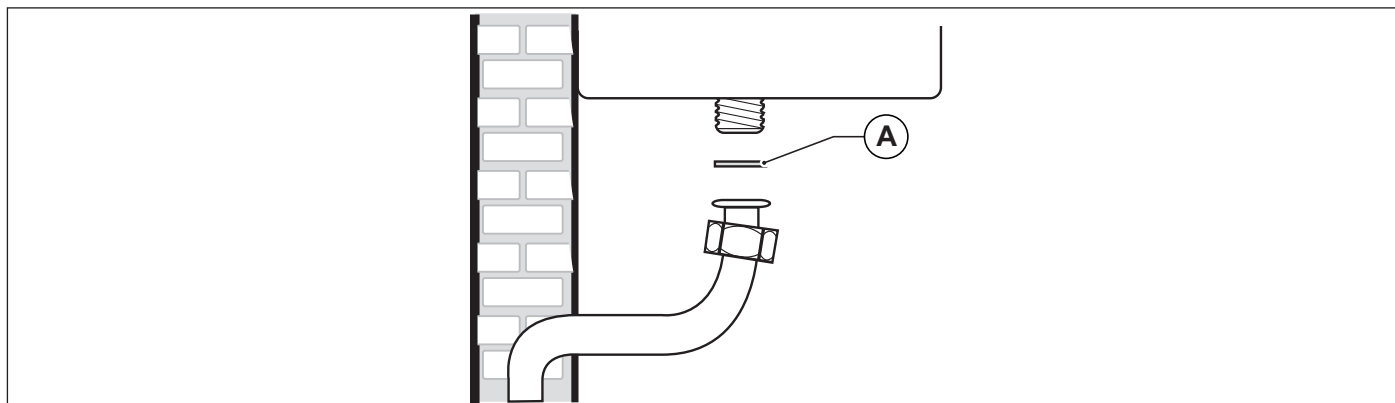

Fig. 17 Conexión a la red de gas
**ES OBLIGATORIO, para conectar la toma de gas de la caldera a la tubería de alimentación colocar una junta (A) de medidas y materiales adecuados (ver Fig. 17 Conexión a la red de gas).**